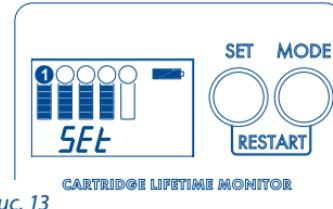

Рис. 13
- Последовательно нажимать кнопку MODE, пока на дисплее не покажется надпись SET (Рис. 13).